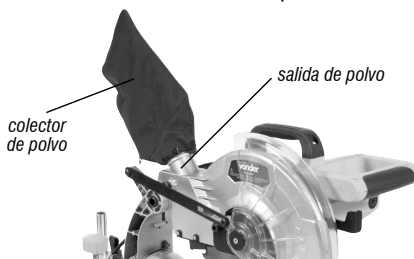

Fig. 2 – Instalación del colector de polvo
- a. Abra el bocal del colector de polvo (5) (fig. 2);